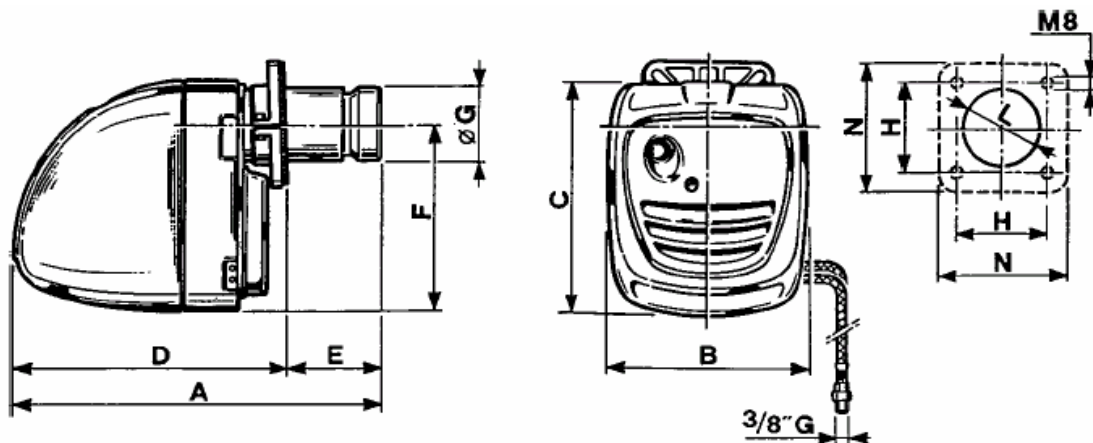
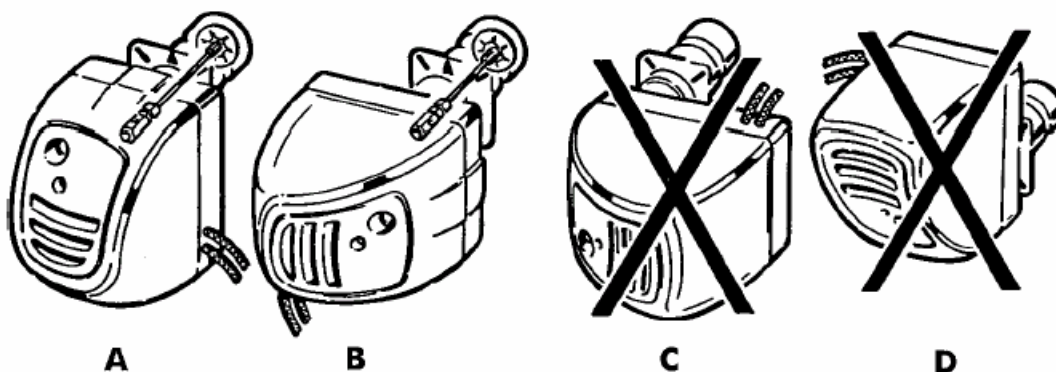

Рис. 2
Рис. 11
После подготовки передней части котла с учетом размеров шаблона крепления, указанных на рис. 2, на ней двумя нижними винтами следует закрепить крепежную пластину горелки (8). Убедитесь, что вставлена изолирующая прокладка из комплекта поставки. Установите горелку на крепежной пластине и разместите ее так, как показано на рис. 11 (поз. А и В).